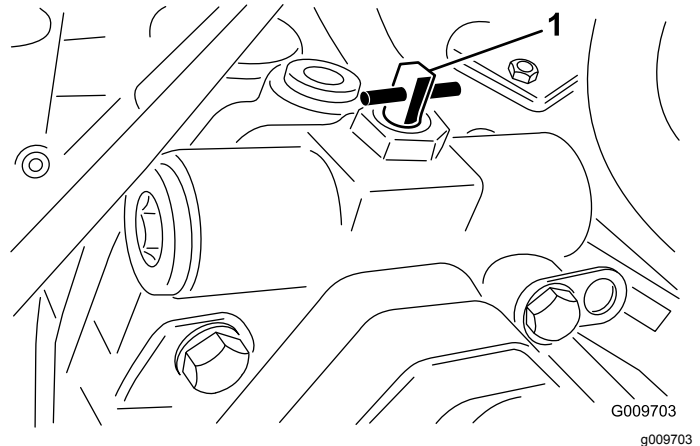

Figure 18
2. Tournez la vanne de dérivation à 90° (1/4 de tour) dans un sens ou dans l'autre pour l'ouvrir et dériver l'huile à l'intérieur de la transmission (Figure 18). Il sera alors possible de déplacer